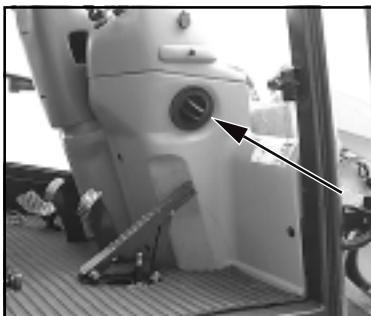

Bild 5-6
- (2) Luftstromrichtung an den seitlich angebrachten Ausströmerdüsen (Bild 5-6/Pfeil) einstellen.
(1) Selon les besoins, régler le commutateur du ventilateur (5-5/ flèche) dans la position 0, 1 ou 2.
(2) Régler la direction du flux d'air aux sorties d'air latérales (fig. 5-6/flèche).